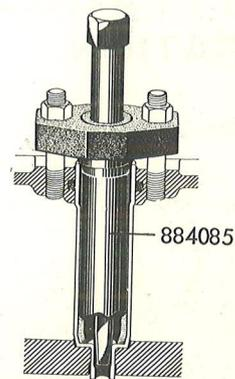

Figure 8. Evasement des douilles d'injecteurs.
3. Lubrifier l'outil d'évasement No 884085 (voir figure 8) et l'enfoncer dans la douille (en veillant à ce que l'axe de l'outil soit bien revissé en arrière). Poser quelques écrous ou rondelles sur les longs boulons de fixation de manière à pouvoir serrer l'étrier avec les écrous de fixation.